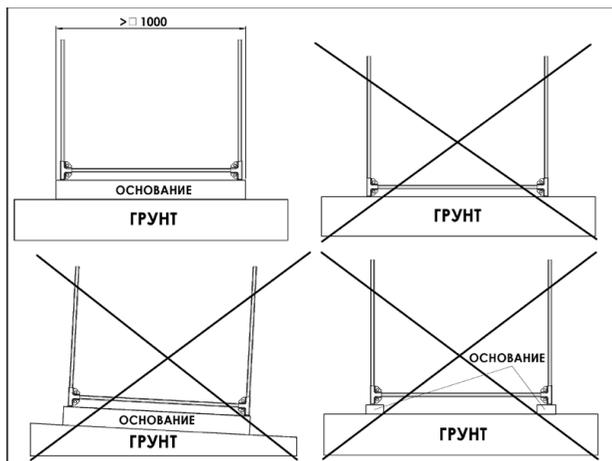

Рис. 14 – Примеры расположения
1. **ВАЖНО!** Для установки душевой кабины подготовить цельную горизонтальную ровную твердую поверхность не менее 1000x1000 мм, способную выдержать вес душа с заполненным баком и принимающим душ потребителем. Собранный каркас установить на подготовленную поверхность. Основание душевой кабины должно полностью опираться на подготовленную поверхность (Рис. 14).